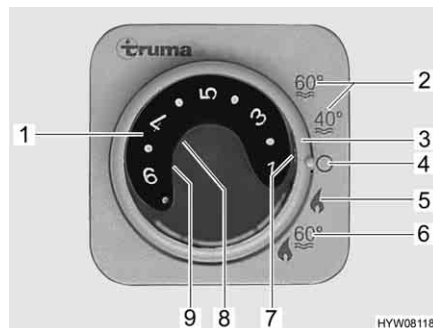
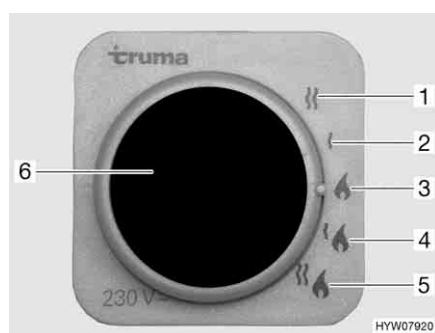

Fig. 164 Centralina di controllo per riscaldamento/boiler
Fig. 165 Selettore di energia per riscaldamento/boiler
- Impostare la modalità di funzionamento tramite l'interruttore girevole (Fig. 164,3).
A seconda della temperatura ambiente desiderata, il riscaldamento seleziona automaticamente il livello del bruciatore necessario. Al raggiungimento della temperatura ambiente desiderata, il bruciatore si spegne. Durante la modalità di funzionamento "Riscaldamento e boiler" (Fig. 164,6) è riscaldata anche l'acqua nel boiler. Nella modalità di funzionamento "Riscaldamento senza boiler" (Fig. 164,5) è possibile far funzionare il riscaldamento con il boiler vuoto.
- Impostare la manopola della temperatura (Fig. 164,1) sulla centralina di controllo scegliendo la potenza desiderata.
- Posizionare l'interruttore girevole (Fig. 164,3) su funzionamento invernale "Riscaldamento senza boiler" (Fig. 164,5) o "Riscaldamento e boiler" (Fig. 164,6).
Si accende la spia verde di controllo (Fig. 164,7).
- Posizionare l'interruttore girevole (Fig. 164,3) su "O" (Fig. 164,4).
- Funzionamento a gas (Fig. 165,3)
- Funzionamento elettrico a 230 V con gradi di potenza da 900 W (Fig. 165,2) oppure 1800 W (Fig. 165,1)
- Funzionamento a gas e funzionamento elettrico a 230 V (funzionamento misto) con gradi di potenza da 900 W (Fig. 165,4) oppure 1800 W (Fig. 165,5)
La combinazione funzionamento a gas e funzionamento elettrico a 230 V diminuisce il tempo di riscaldamento (è possibile solo se il riscaldamento viene impostato sulla centralina di controllo (Fig. 164) su funzionamento invernale). Se viene selezionato il funzionamento elettrico a 230 V, la spia gialla di controllo si accende (Fig. 165,6).